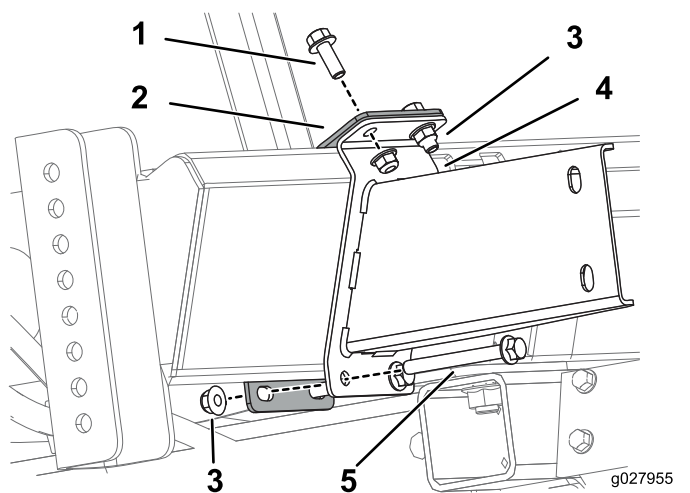

Figura 11
3. Monte o suporte inferior e suporte de apoio inferior na estrutura utilizando 2 parafusos (3/8-16 pol.), 2 parafusos (3/8-16 pol. x 3 1/2 pol.), e 4 porcas flangeadas (3/8-16 pol.) como se mostra na Figura 11.